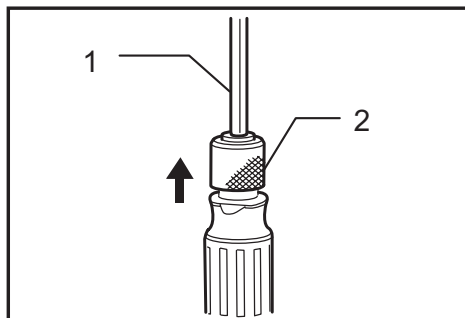

Fig.4
► Fig.4: 1. Bit 2. Change ring